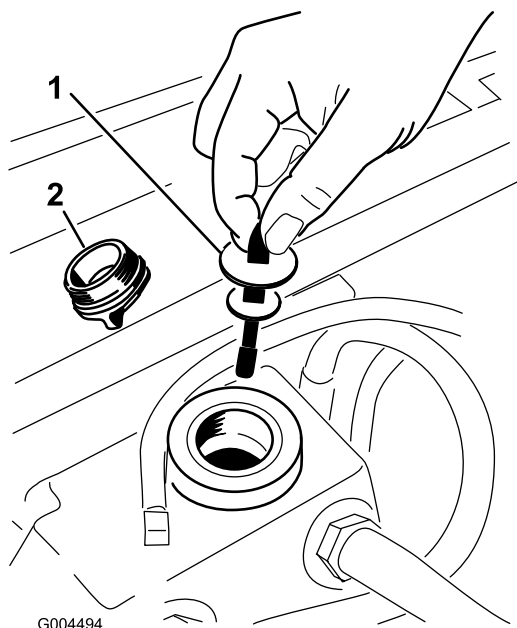

Рисунок 63
5. Снимите крышку заливной горловины бака гидравлической жидкости (Рисунок 63).
6. Выверните масляный шуп и протрите его чистой ветошью (Рисунок 63).
7. Вставьте измерительный шуп в заливную горловину; затем извлеките его и проверьте уровень жидкости (Рисунок 63).